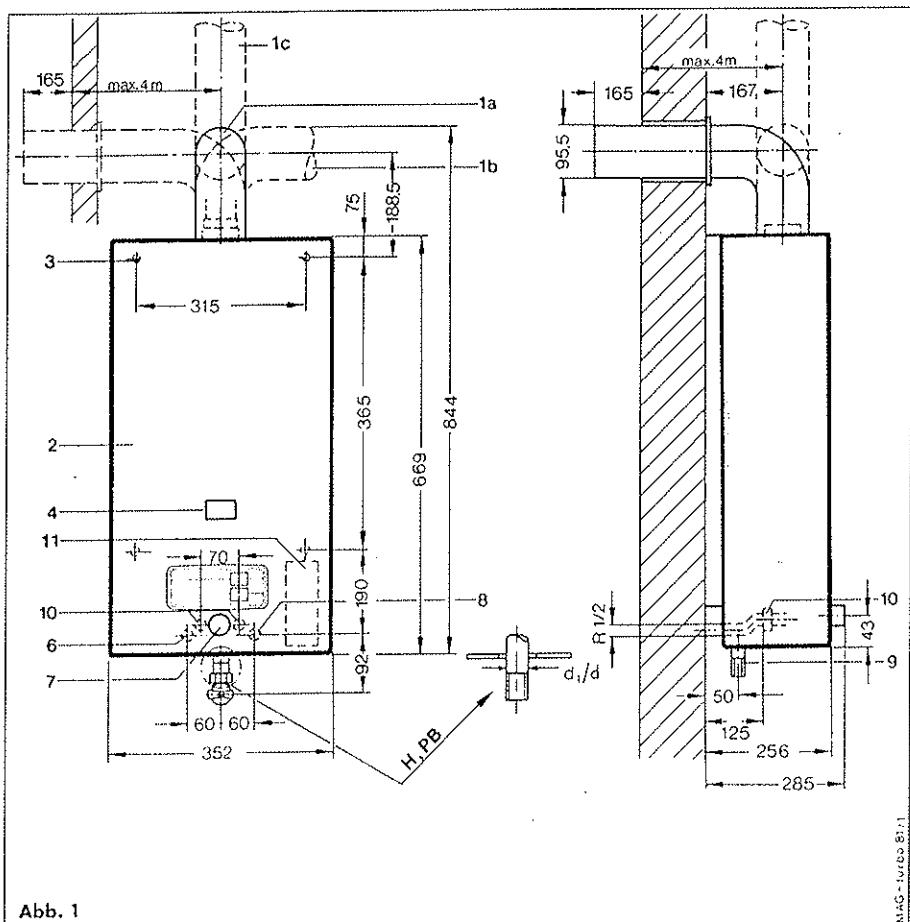

Abb. 1
Maßtabelle zu Abb. 1
#### Legende zu Abb. 1
Zur Wandaufhängung des Gerätes dienen 4 Bohrungen in der Geräterückwand (s. Abb. 1, Seite 28, Pos. 3)
- Dübel für Befestigungsschrauben entsprechend Maßangaben der Abb. 1 setzen.